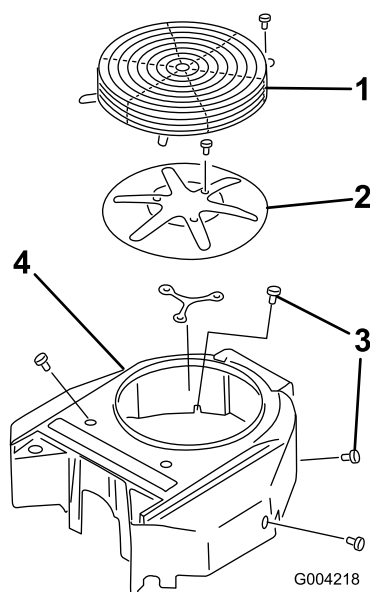

Figure 43
3. Enlevez la grille, la prise d'air et le boîtier du ventilateur (Figure 43).
5. Posez la grille, la prise d'air et le boîtier du ventilateur (Figure 43).